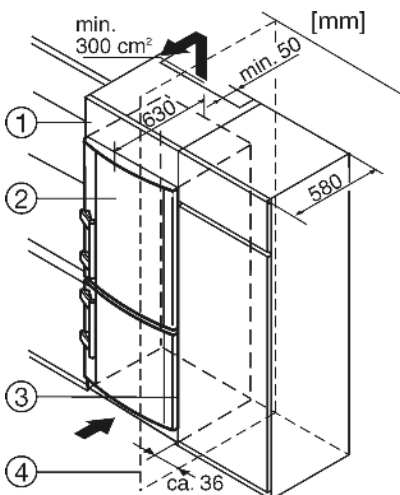

Fig. 10
Устройство может быть окружено предметами кухонной обстановки. Чтобы урівнять устройство Fig. 10 (2) по высоте с кухонной стенкой, можно установить над устройством соответствующий дополнительный шкафчик Fig. 10 (1).
При комбинировании с обычными кухонными шкафами (глубина макс. 580 мм) устройство можно установить непосредственно рядом с кухонным шкафом Fig. 10 (3). Дверца устройства выступает по сторонам на 34 мм и по центру устройства на 50 мм относительно передней стенки кухонного шкафа. Поэтому ее можно свободно открывать и закрывать. Важно для вентиляции:
Если устройство установлено на шарнирах у стены Fig. 10 (4), то расстояние между устройством и стеной должно быть не менее 36 мм. Настолько выступает ручка при открытой дверце.